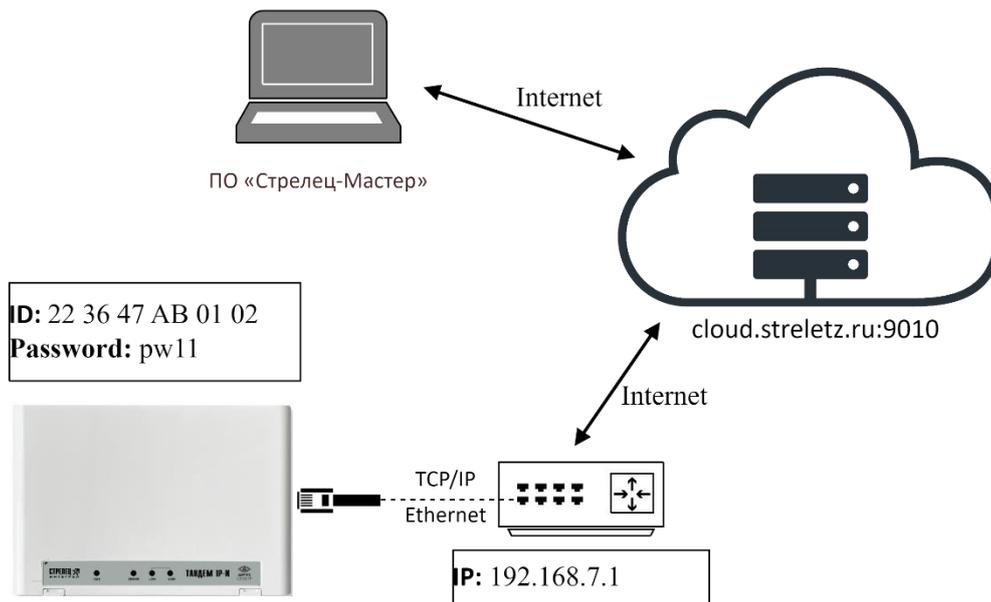

Рисунок 6.32
- Прибор необходимо подключить в локальную сеть (к маршрутизатору) с доступом в Интернет с помощью UTP-кабеля (Рисунок 6.32).